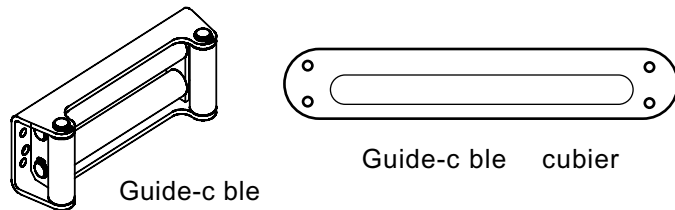

Fig. 8
- Ajouter un guide-câble au treuil diminuera l'usure du câble métallique au cours des tractions angulaires (voir la fig. 8). Les roulements atténueront le frottement et l'abrasion sur le câble métallique.